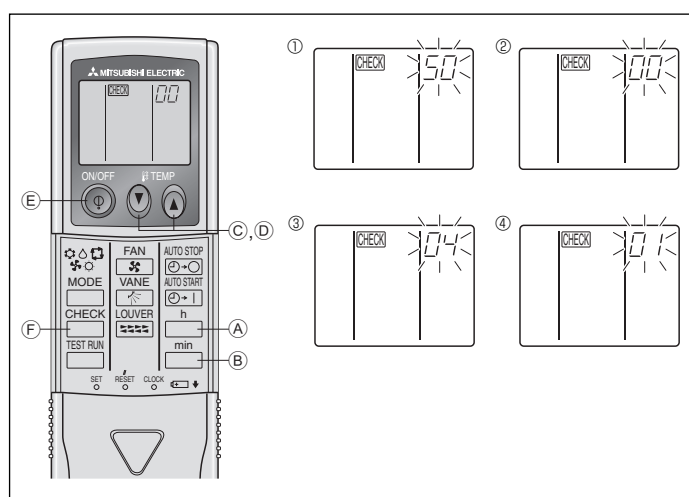

Fig. 6-10
- Appuyer sur la touche MODE (E), les numéros de programmation et de mode (I) et (II) changeront et seront continuellement affichés, et les détails de la programmation pourront être confirmés.
- Appuyer simultanément sur les touches FILTER (A) et TEST RUN (B) pendant au moins 2 secondes. L'écran de sélection des fonctions apparaît momentanément, et l'affichage d'arrêt du climatiseur apparaît.
2) Pour la télécommande sans fil infrarouge (Fig. 6-10)